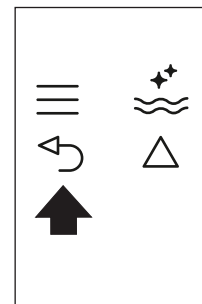

Abb. 25
- ▶ Drücken Sie die Sensortaste ↵ (B6) (Abb. 25) zweimal, um das Menü zu verlassen.